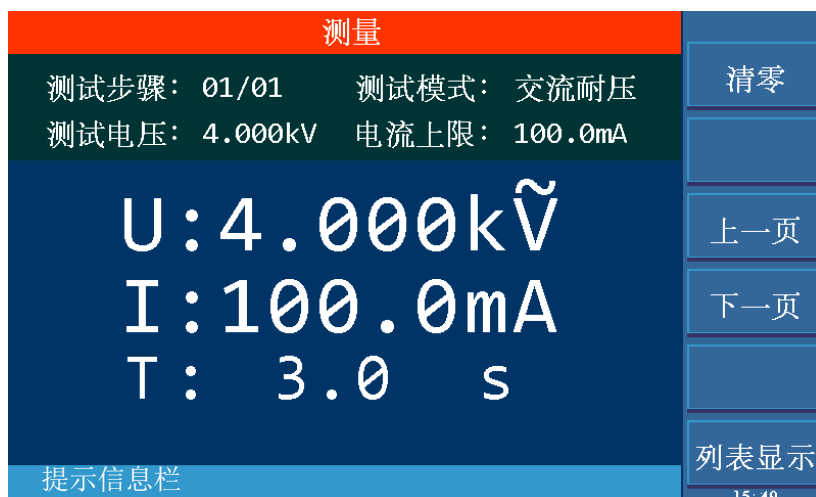

图 4-4.1
当将自动量程，即耐压自动换量程功能设为开启 ON 时，在测试结束前 0.6S 时，若所测得的电流可以用低电流量程表示时，则电流量程自动换为低电流量程。示例如图 4-4.1 和图 4-4.2 以及图 4-4.3 所示。
- ① 若测试设置电流量程为高电流量程，图 4-4.1 中为 100mA。